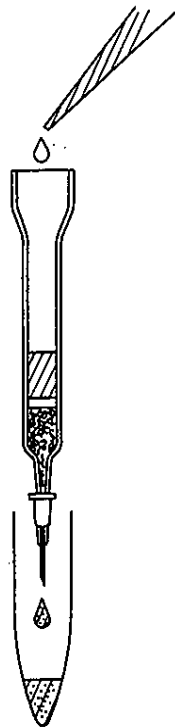

図3
- ⑥ リンパ球浮遊液が分離剤に浸透したら，37℃の培養液3mlで洗い出しTリンパ球を回収する(図3)。